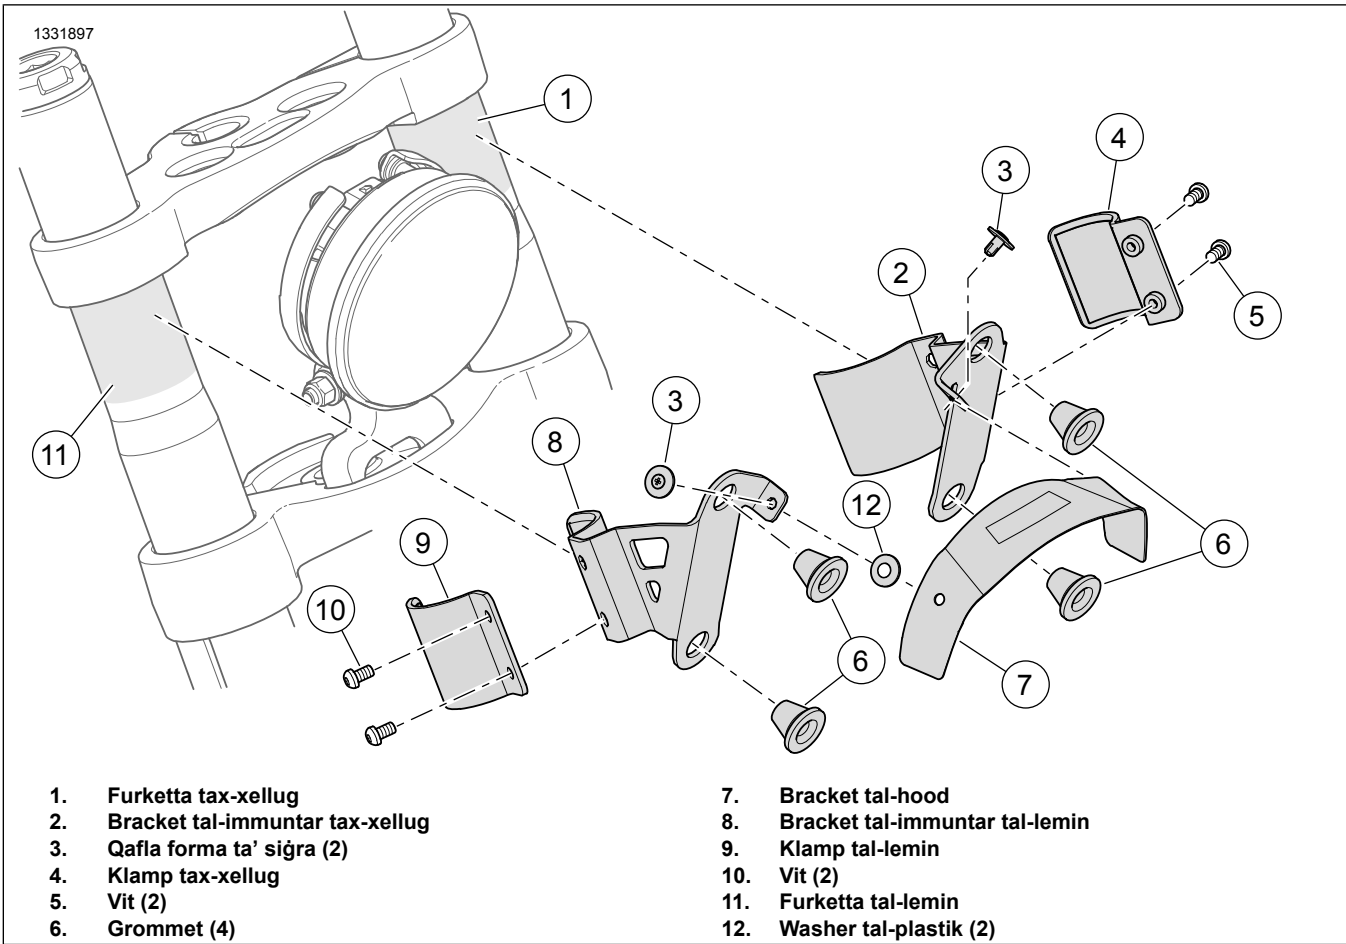

Figura 6. Assemblaġġ tal-Bracket
2. Figura 6 Installa l-assemblaġġ tal-bracket tal-immuntar tax-xellug.
- a. Naddaf ż-zona tal-immuntar (1) tal-furketta tax-xellug billi timsafha.
- b. Installa b'mod laxx l-bracket tal-immuntar tax-xellug (2), il-klamp (4) u l-viti (5).
- a. Naddaf ż-zona tal-immuntar (11) tal-furketta tal-lemin billi timsafha.
- b. Installa b'mod laxx l-bracket tal-immuntar tal-lemin (8), il-klamp (9) u l-viti (10).
- a. Waħħal il-washer tal-plastik (12) ma' kull toqba fil-hood tal-brekit (7).
- b. Allinja toqob tal-qafliet fl-assemblaġġi tal-bracket tax-xellug u tal-lemin (2 u 8) permezz tal-bracket tal-hood (7).
- c. Kun ċert li l-l-bracket tal-hood (7) huwa ċentrat fuq il-fanal ewlieni.
- d. Installa qafliet forma ta' siġra (3) meta l-brackets kollha jkunu f'allinjament xieraq.